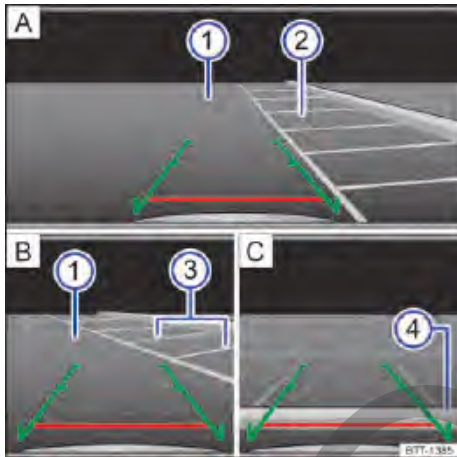

Fig. 112 Visualización del display del sistema de radio: estacionar con la cámara de marcha atrás.
Leyenda para fig. 112:
- Colocar el vehículo delante de la plaza de estacionamiento → fig. 112 ② [A].
- Conducir hacia atrás lentamente y maniobrar de modo que las guías verdes laterales conduzcan entre las líneas de delimitación de la plaza de estacionamiento seleccionado ② [A].
- Alinear el vehículo en la plaza de estacionamiento seleccionada de modo que las guías verdes laterales queden sobre las líneas de límite lateral ③ [B].
- Detener el vehículo cuando la línea roja alcance el límite trasero ④ [C]. <